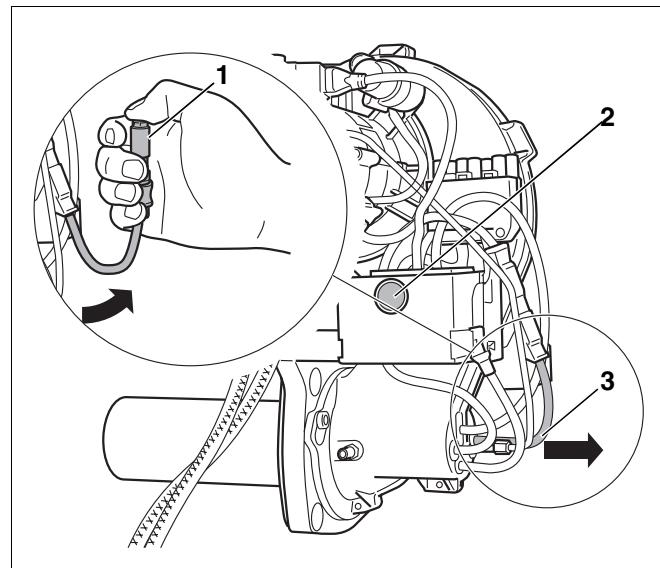

Рис. 20 Проверка работы датчика пламени
- При работающей горелке вынуть датчик пламени из гнезда, взяв его за предусмотренную для этого ручку (рис. 20, **поз. 3**).
- Перекрыть датчик пламени (рис. 20, **поз. 1**). После повторного запуска должно произойти отключение из-за неисправности.
- По истечении времени ожидания, составляющего примерно 30 секунд, нужно разблокировать автомат горения дизельного топлива, нажав кнопку подавления помех (рис. 20, **поз. 2**).